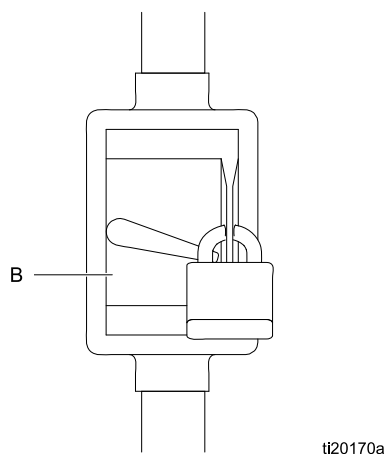

Figure 6 Zablokowany zabezpieczony bezpiecznikiem wyłącznik bezpieczeństwa
1. Upewnić się, czy zabezpieczony bezpiecznikiem wyłącznik bezpieczeństwa (B, rys. 6) jest wyłączony i zablokowany.
1. Patrz rys. 6 na stronie 11. Odblokować zabezpieczony bezpiecznikiem wyłącznik bezpieczeństwa (B) i włączyć go.
2. Wyłączyć i zablokować zabezpieczony bezpiecznikiem wyłącznik bezpieczeństwa (B). Patrz rys. 6.